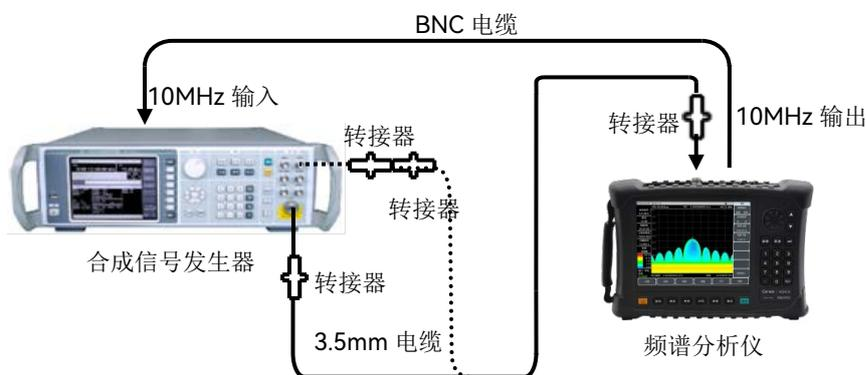

图 12-3 频率范围的测试
- 1) 如图 12-3 虚线连接测试设备，合成信号发生器 1464A 为频谱分析仪提供参考
- 4) 如图 12-3 实线所示，用转接器和电缆连接合成信号发生器 1464A 的射频输出端与频谱分析仪的射频输入端。将信号发生器的输出频率设置为 9GHz，调制功能关闭，输出功率-10dBm；